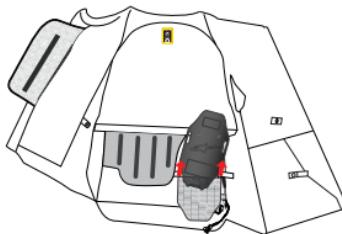

Figure 13
3. Retirez le boîtier du gonfleur (4) de sa poche en ouvrant les deux bandes auto-agrippantes (Figure 13).
**AVERTISSEMENT ! Il n'est pas nécessaire d'ouvrir le boîtier de gonflage (4) pour le retirer. N'ouvez pas le boîtier de gonflage (4). Seuls les concessionnaires Alpinestars agréés peuvent ouvrir le boîtier de gonflage (4) à des fins d'entretien.**